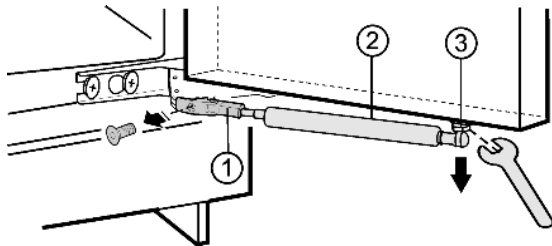

Fig. 3
- ▶ Houder Fig. 3 (1) afschroeven.
- ▶ De kogelkoppen Fig. 3 (3) samen met de sluitdemper Fig. 3 (2) van de deur losschroeven en opzij leggen.